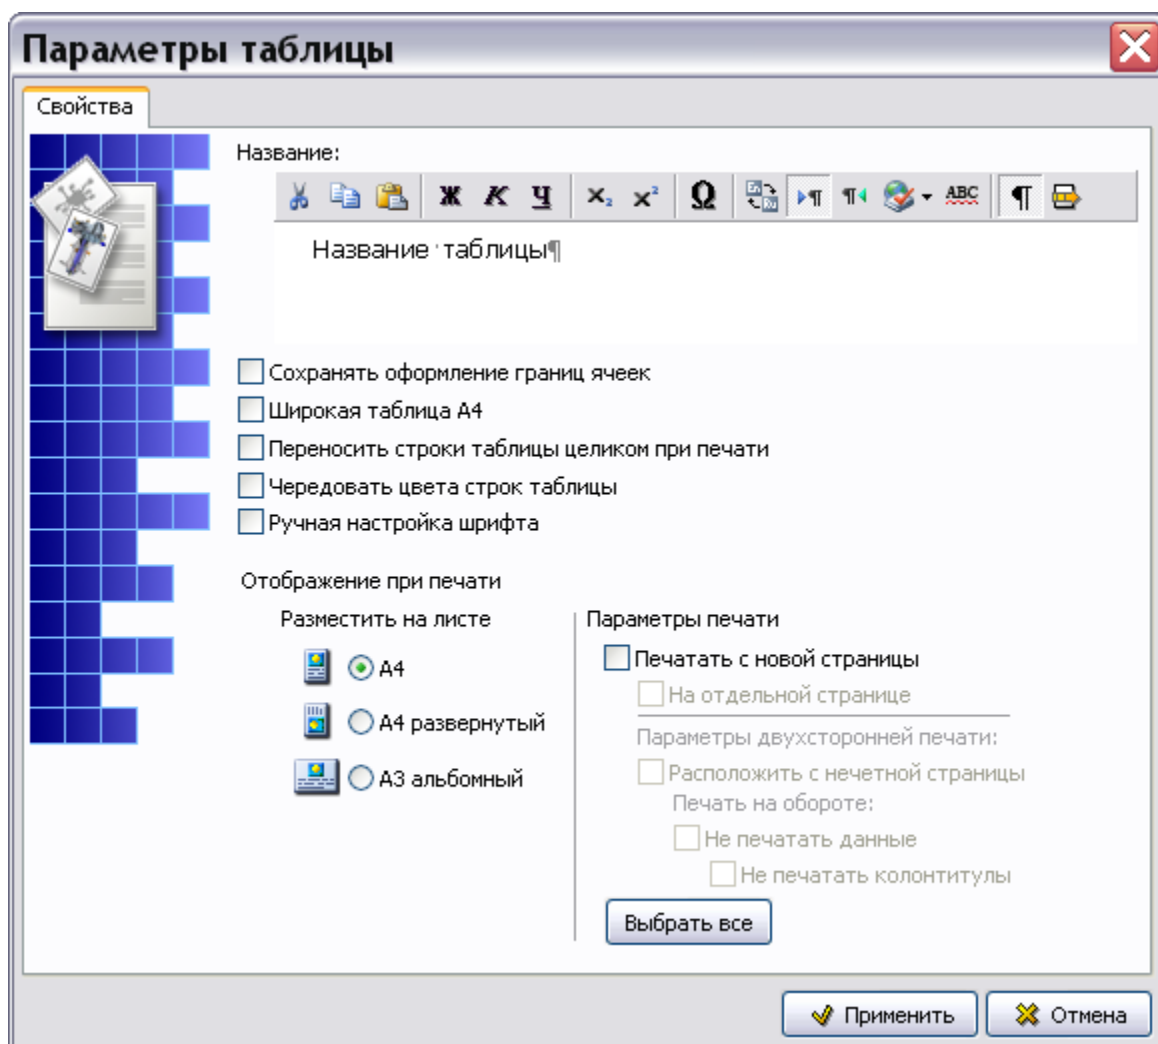

Рис. 8.37
2. В появившемся контекстном меню выберите пункт **Добавить таблицу**. При этом появится диалоговое окно **Параметры таблицы** (Рис. 8.37).